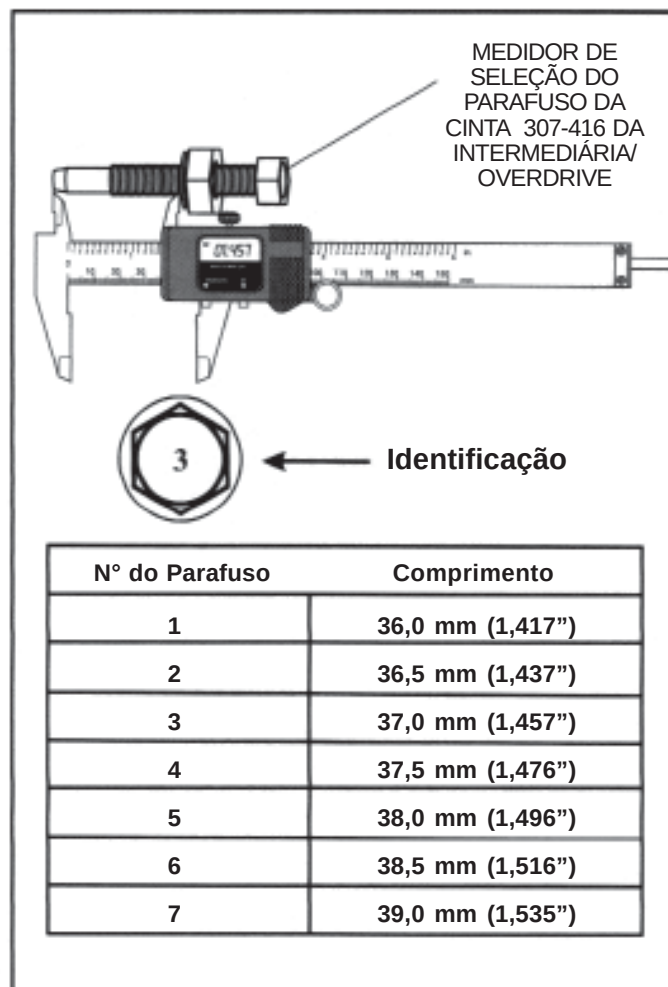

Figura 182
61. Verifique a distância entre a ponta do medidor e a arruela, conforme ilustrado na Figura 182.
62. Troque o parafuso seletivo conforme necessário para a obtenção de uma fixação correta, utilizando a tabela da Figura 182 como referência.